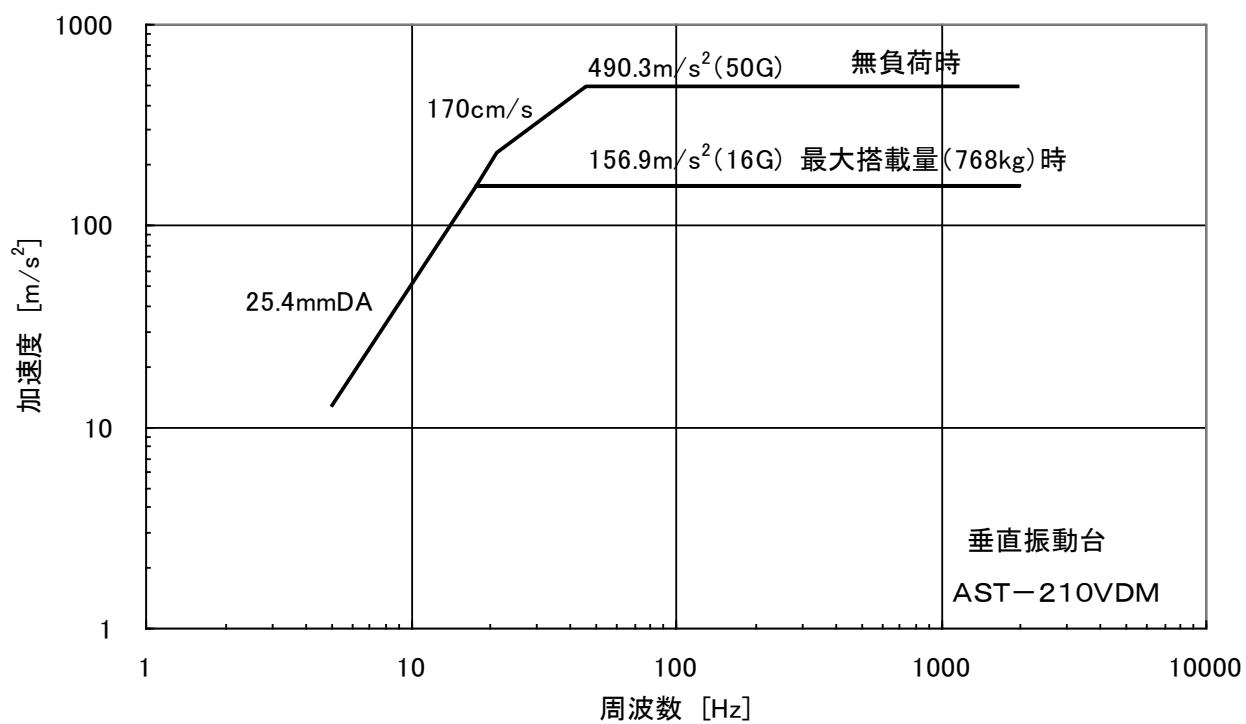
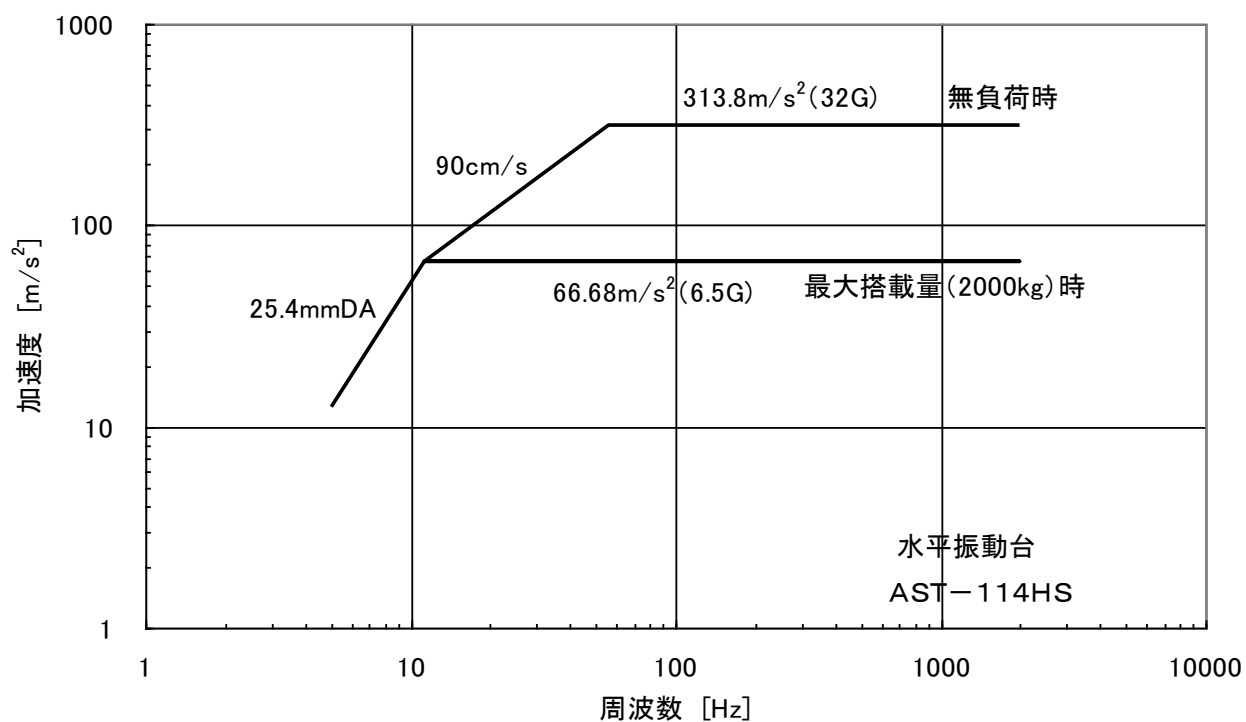

図2-7 最大加振加速度(正弦波)
図2-8 最大加振加速度(正弦波)
- ⑧ 最大加振加速度 振動発生機単体及び振動台毎の最大加振加速度を図2-5、図2-6、図2-7、図2-8 に示す。